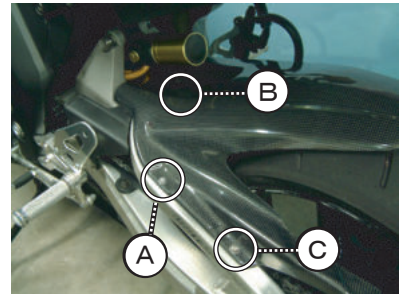

図2
3. A（左右各1本）・Bに付属のM5ボタンヘッド、ワッシャー、Cに付属のM6ボタンヘッド、ワッシャーで仮止めします。（図2参照）